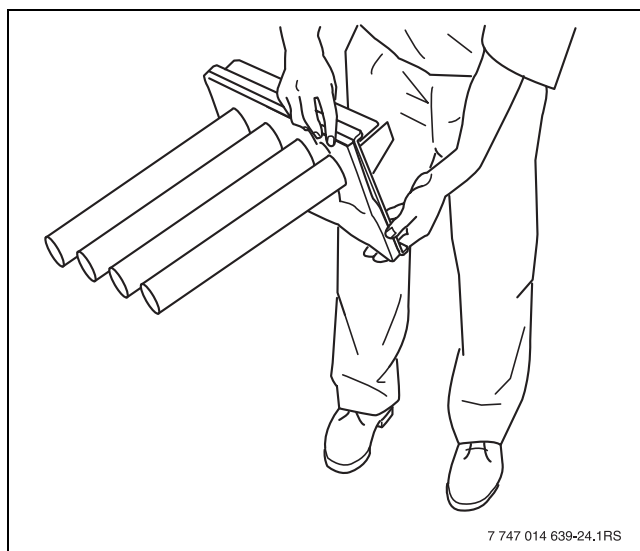

Рис. 45 Опрокидывание горелки
- ▶ Переверните горелку, чтобы удалить остатки воды (→ рис. 45).